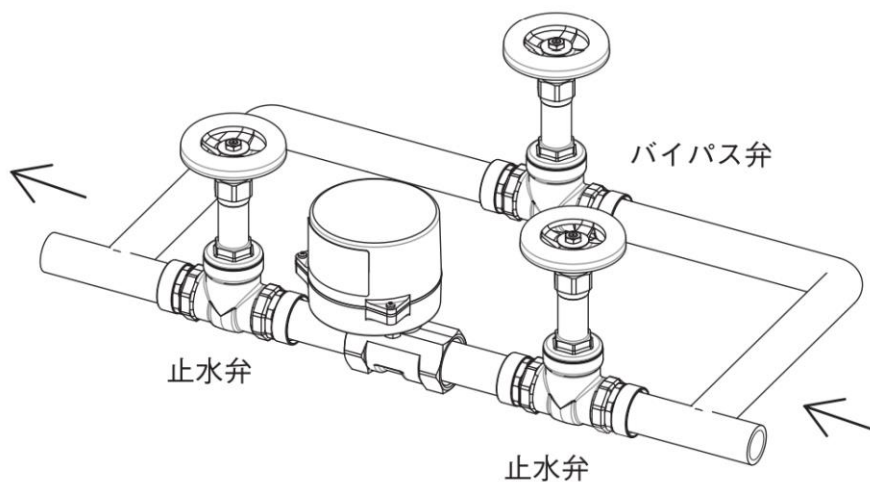

図 12
- 停電、メンテナンス、故障時に備え、制御バルブの上流、下流にそれぞれ止水弁及びバイパス弁を設けてください。(図 12)